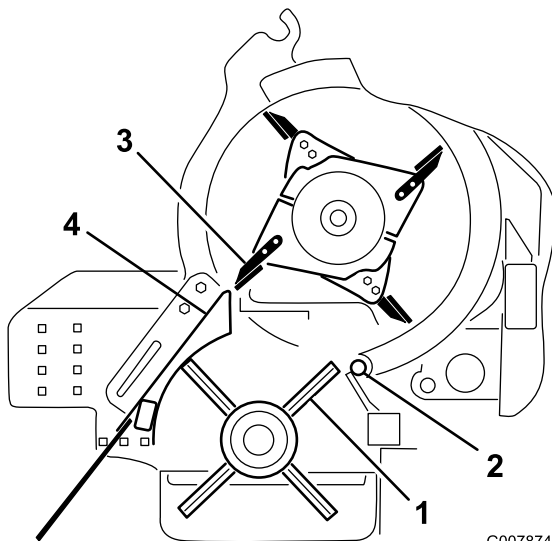

図 61
4. ブラシ・プーリを回して、ブラシの列を回転コーナーに整列させる（図 61）。
5. チョッパーを回して、ブレードの刃先をブラシ・ハウジングの外側にそろえる（図 61）。